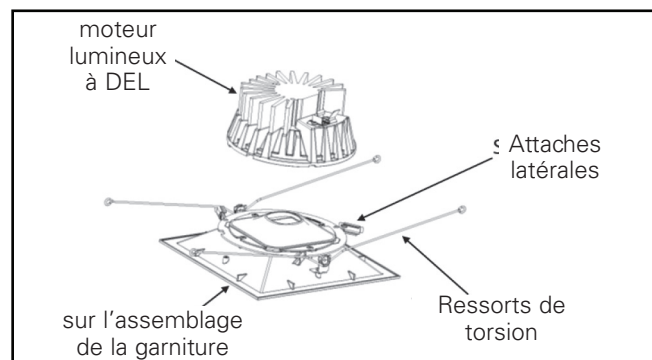

Figure 3
3. Retirez l'assemblage de la garniture de l'emballage protecteur et tournez les attaches latérales (3) vers l'extérieur. (Figure 3).